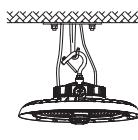

Figure 2
2. Hang the fixture on the ceiling hook or chain. (figure 2)
2. Accrochez le luminaire au crochet ou à la chaîne du plafond. (Figure 2)